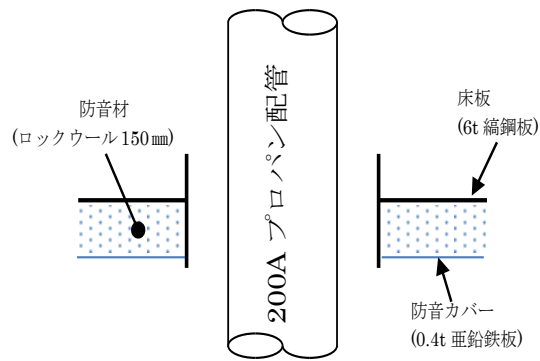

図2 防音・防振施工(改善後)
<p>事業所側で講じた対策(再発防止対策)</p> <p>①配管と防音施工を縁切ること、雨水等が滞留しない構造とした。(図2参照)</p> <p>②①の対応により日常パトロールで、容易に外面目視が行えるようにした。</p> <p>③床貫通部の防音施工の開口部と防音・防振材は接触としないことを基準化した。</p> <p>④外面腐食点検(ライン管理(8年周期点検))では、全ての配管付属品を取外して点検を行うことを徹底した。</p> <p>⑤外面腐食に関する事例等により、配管点検に関する再教育を徹底した。</p>